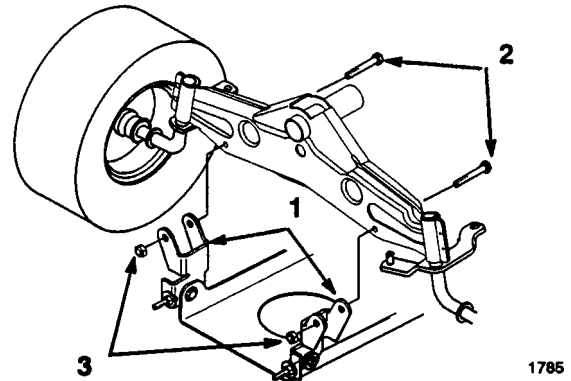

Fig. 44
5. Montare le staffe di articolazione del tosaerba sul ponte anteriore usando bulloni e dadi autobloccanti (Fig. 44).